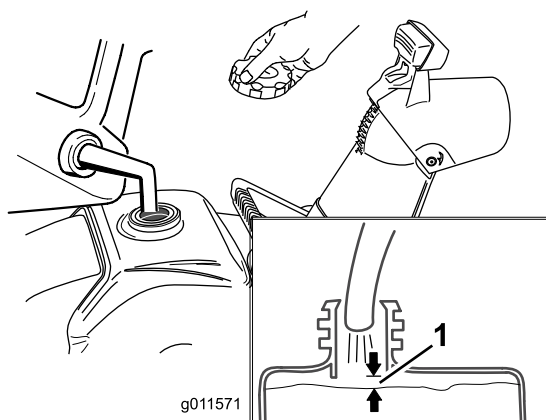

Figure 12
Faites le plein avec de l'essence sans plomb fraîche d'une marque réputée ayant un indice d'octane égal ou proche de 87 (Figure 12).
1. Veillez à ne pas remplir excessivement le réservoir de carburant (voir Figure 12) et vérifiez que le bouchon est bien serré.